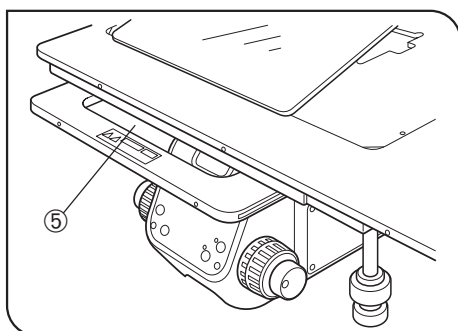

Abb. 14
▲ **Beim Verfahren der Tische MX-SIC1412R2/SIC8R/SIC6R2 darauf achten, dass die Finger oder andere Körperteile nicht in die Öffnungen ⑤ eingeklemmt werden, die der Verringerung des Gewichts der mittleren und unteren Tischplatte dienen. (Abb. 14)**